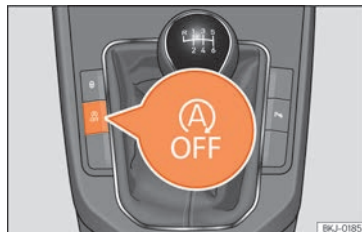

Abb. 225 Mittelkonsole: Systemtaste Start-Stopp.
- Um das Start-Stopp-System manuell aus-/einzuschalten, drücken Sie die Taste  »» **Abb. 225.**